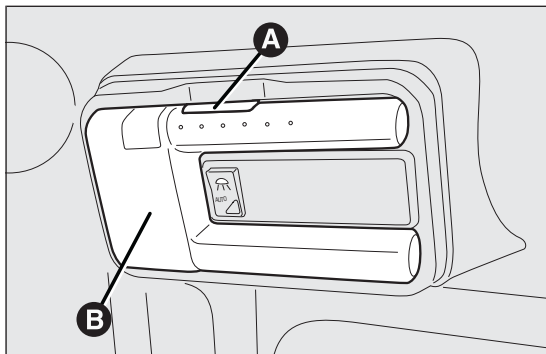

fig. 154
- ☐ pulsar el botón A fig. 154 y extraer el plafón extraíble B;